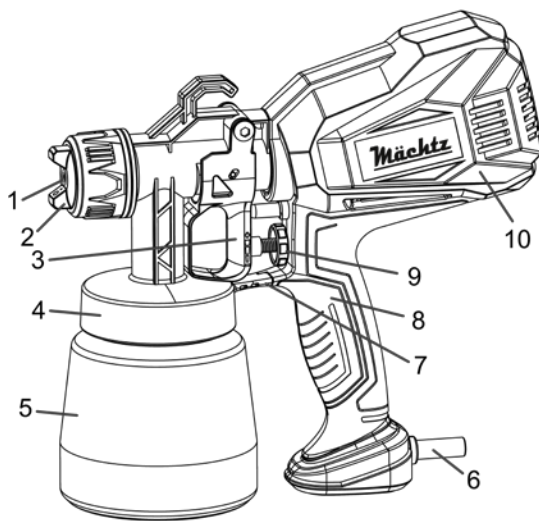
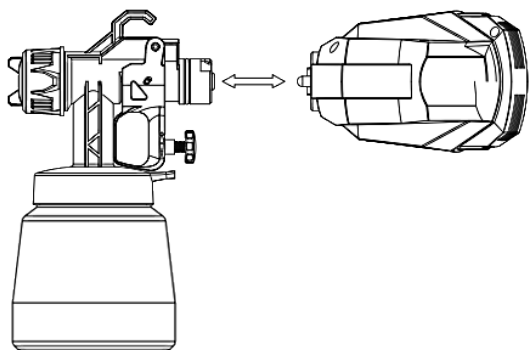
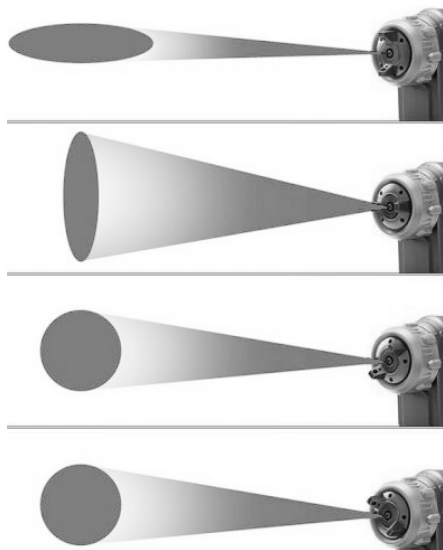

Рисунок 1
Рисунок 2
Рисунок 3
4.4 Наповніть ємність (5, рисунок 1) робочим матеріалом та закрийте кришкою (4, рисунок 1), яка знаходиться у зборі з блоком розпилення виробу.
4.5 Приєднайте корпус електродвигуна (10, рисунок 1) до блоку розпилення, вирівнявши проріз з відповідним виступом на корпусі (дивіться рисунок 2). Поверніть корпус відносно блока розпилення на 90° до надійної фіксації важелем блокування (7, рисунок 1).
4.6 Для ввімкнення виробу натисніть на пускову клавішу (3, рисунок 1) і, за допомогою регулятора (9, рисунок 1), налаштуйте потрібний рівень інтенсивності розпилення. Щоразу, при натисканні пускової клавіші, рівень інтенсивності розпилення буде відповідати обраному.
4.7 Регулятором орієнтації та форми факела (2, рисунок 1) оберіть необхідне положення (дивіться рисунок 3).
4.9 Для вимкнення фарбопульту достатньо відпустити пускову клавішу (3, рисунок 1).